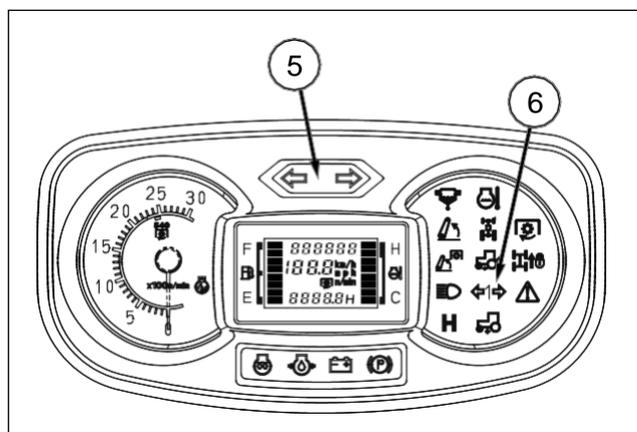

FIG. 59
FIG. 59: Pulse el interruptor de los intermitentes/luces de emergencia (5) y el indicador luminoso del remolque (6) activará los intermitentes derecho e izquierdo. Esto indica fácilmente al conductor que las luces de emergencia están activadas.